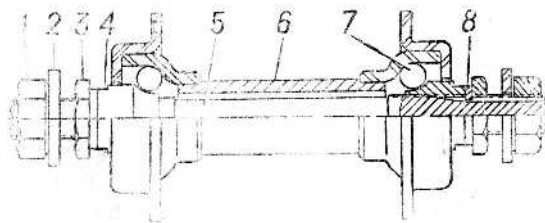

Рис. 4. Передняя втулка:
2. **Переднее колесо** вращается на шариках 7 (рис. 4) диаметром 5 мм по девять штук с каждой стороны. Для регулировки подшипников втулки переднего колеса отверните гайку 1 и контргайку 3 с левой стороны и вращайте конус 4 с той же стороны по часовой стрелке для затягивания и против часовой стрелки—для ослабления. После регулировки заверните контргайку и гайку.